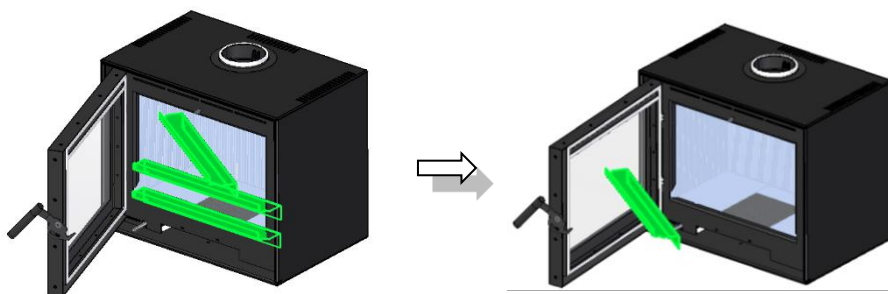

Figure 11 – Retrait du déflecteur de cendres
1. Retirez le déflecteur de cendres en le déplaçant vers le haut et retirez-le de l'appareil, voir FIG 11.